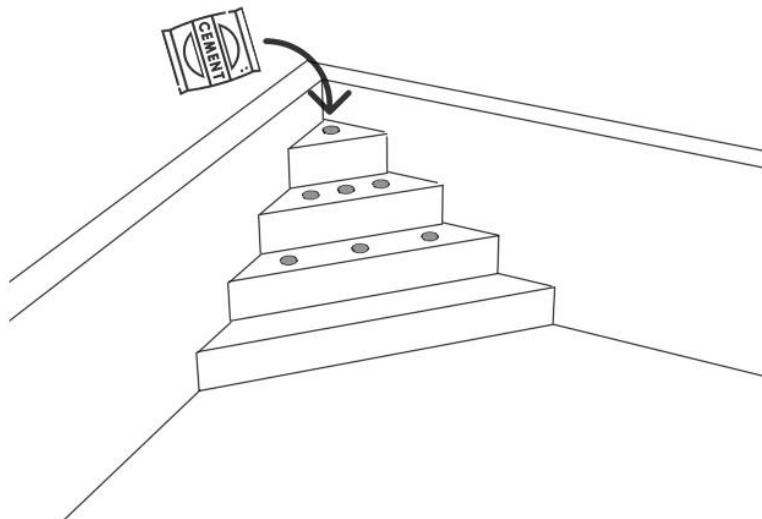

Figura 3 – Riempimento dei supporti con della sabbia o del cemento.
- Verificato l'allineamento corretto, procedere con il fissaggio della scala. Riempire e colmare i supporti della scala stessa con sabbia o cemento (vedi figura 3).